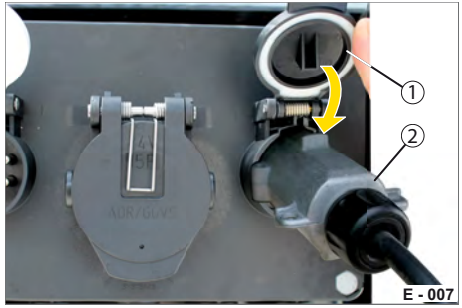

Abb. 7 Stecker 7-polig sichern
- ▶ Öffnen Sie den Deckel (Abb. 7/1).
- ▶ Stecken Sie den Stecker (Abb. 7/2) komplett ein.